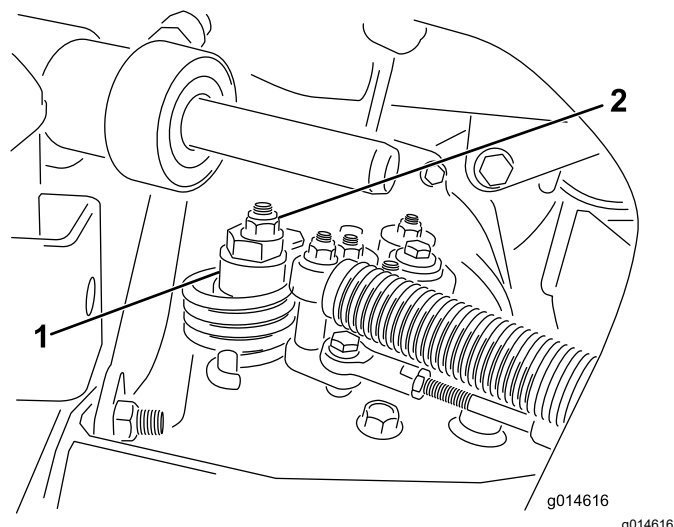

Figure 39
A. Desserrez l'écrou de fixation de l'excentrique en haut de l'hydrostat (Figure 39).
C. Tournez l'excentrique jusqu'à ce que la roue ne tourne plus dans aucune direction. Lorsque la roue s'arrête de tourner, serrez l'écrou pour bloquer l'excentrique et le réglage (Figure 39). Vérifiez le réglage avec la commande d'accélérateur à la position BAS RÉGIME, puis HAUT RÉGIME.